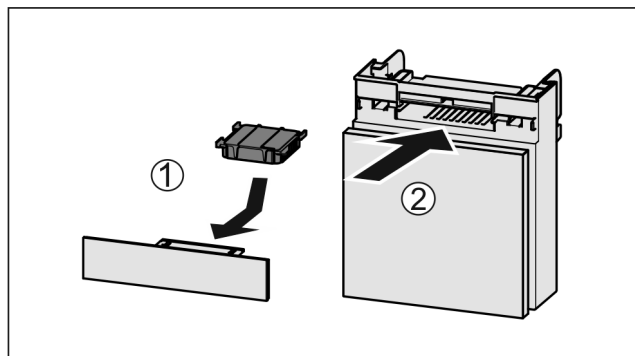

Fig. 200
- Aktivkohlefilter nach Abbildung einsetzen Fig. 200 (1).
- Fach einschieben Fig. 200 (2).